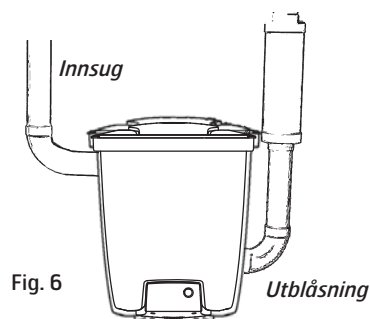

Fig. 6
5. Sett i blindpluggen i det uttaket der sugstussen tidligere satt. Monteres med de fire skruene. Utblåsningsrøret må festes godt til vegg så det ikke løsner fra stussen. Tenk på at du skal kunne vri det bøyde røret til ulike sider for en passende rørføring. Koble deretter til utblåsningsrøret og lyddemper, Fig. 6. Monter sentralstøvsugeren slik at utblåsningsrøret blir så kort som mulig, maks 5 meter. Tenk på omgivelsene ved plassering av utblåsningen. Bruk derfor alltid lyddemper.